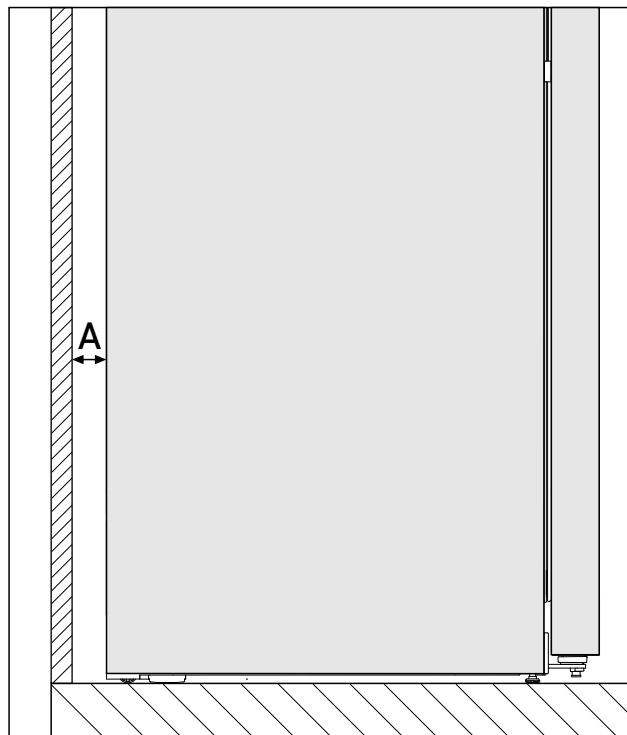

Fig. 3 *
Az energiafogyasztás megállapítása a készülék hátoldala és a fal közötti Fig. 3 (A) távolság mellett történt. Ha a faltól való távolság kevesebb mint Fig. 3 (A), az nincs hatással a készülék működőképességére, viszont ha túl csekély a faltól való távolság, az kis mértékben megnöveli a készülék energiafogyasztását.*